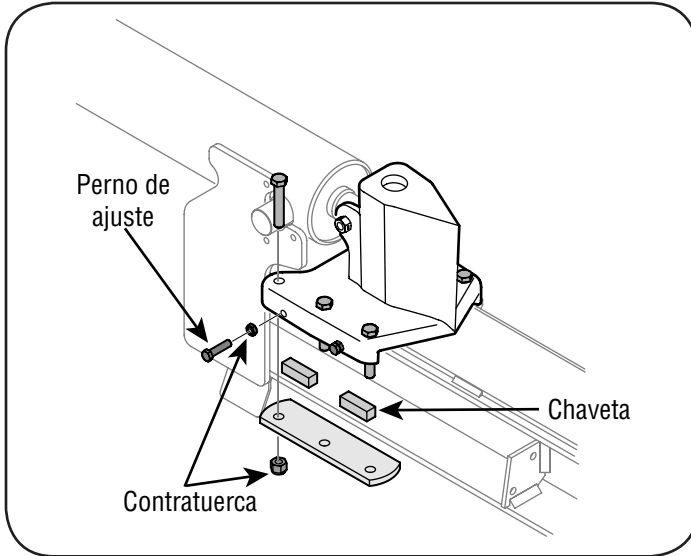

Figura 5-1
1. Ajustar las contratuercas en los dos pernos de ajuste del lado de la cuña. Ver la Figura 5-1.
1. Aflojar las contratuercas debajo de cada placa posterior y deslizar hacia afuera las chavetas. Ver la Figura 5-1.